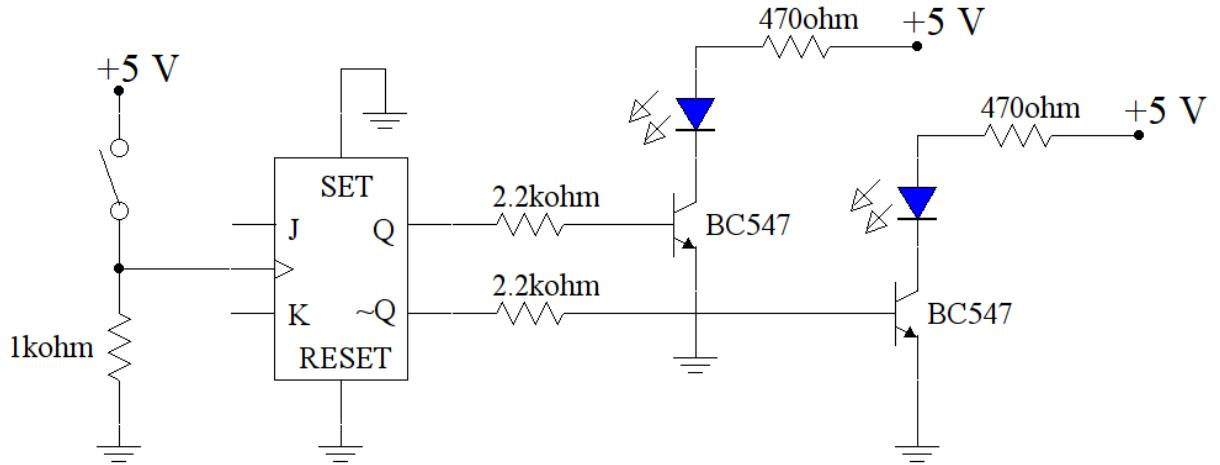

Figura 2: Flip-flop tipo JK.
- Armar el circuito de la Figura 2 usando uno de los dos flip-flop del integrado 4027. Para que quede habilitado, las correspondientes entradas directas SET y RESET deben conectarse a tierra (ver tabla de verdad en la hoja de datos).